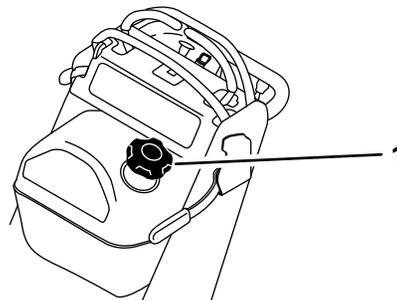

Рисунок 39
3. Очистите зону вокруг крышки топливного бака для предотвращения попадания мусора в топливный бак (Рисунок 39).
6. С помощью сифонного насоса слейте топливо в чистую, подходящую для бензина емкость (Рисунок 39).